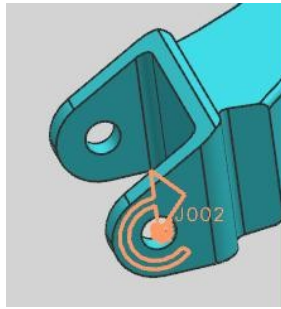
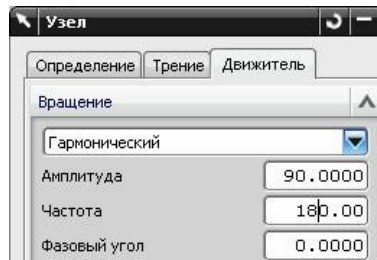

рис.64
рис.65
- Вращательный шарнир между голубой скобой и неподвижным основанием (рис.64). У этого шарнира включен гармонический движитель с параметрами, представленными на рис.65;